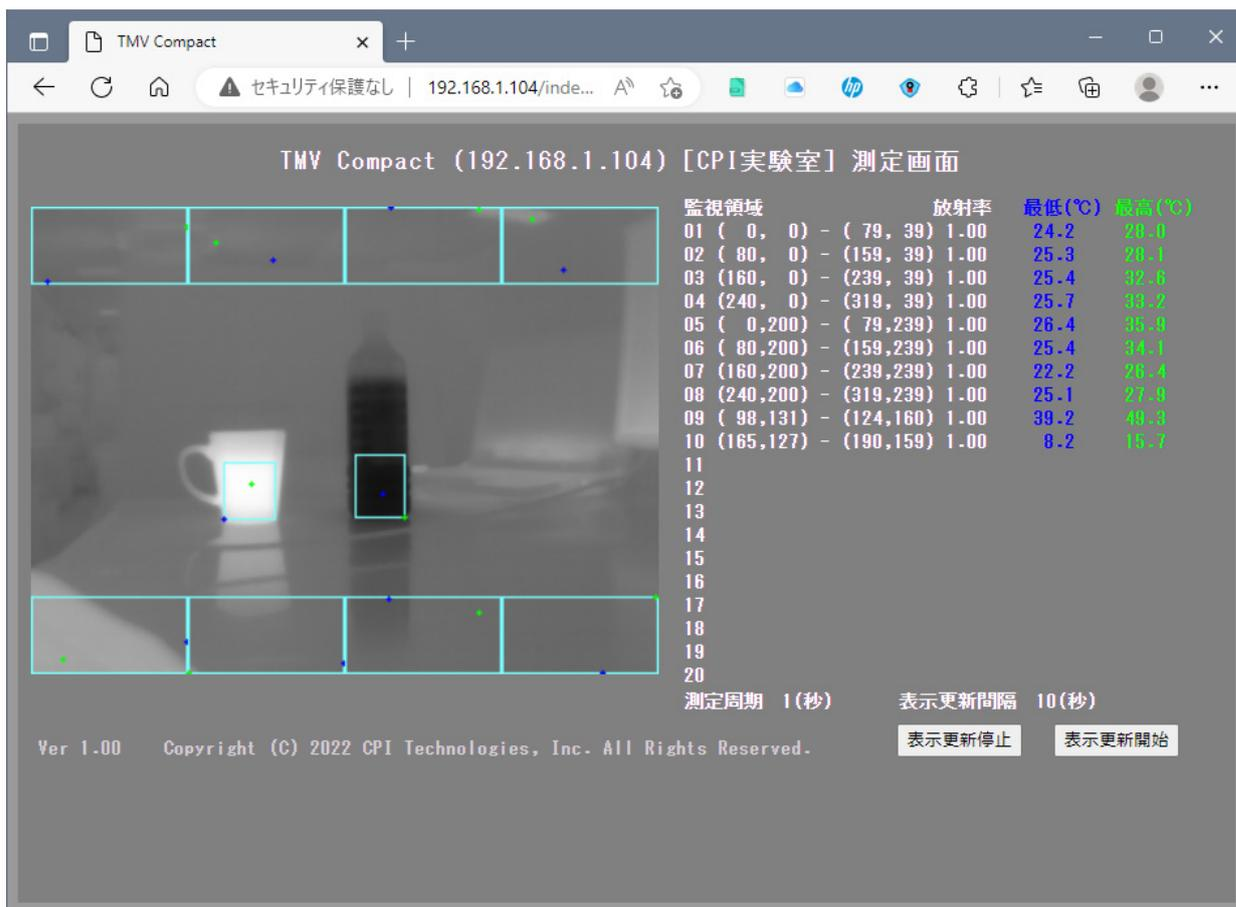

Fig. 3-6-24. 監視領域表示例
- ① 現在の赤外線画像を表示します。表示の更新は、[\[2. デバイス設定\] ⑦](#)で設定された通信間隔が2秒以下の場合には2秒となり、3秒以上の場合には設定された時間となります。赤外線画像のみの表示と、枠線による監視領域の表示が追加された画像 (Fig.3-6-24) を交互に繰り返します。
- ② 監視領域状況表示。各監視領域の左上・右下 XY 座標、[\[1. 測定条件設定\]](#)で設定された放射率、現在の領域内最低温度、最高温度を表示します。